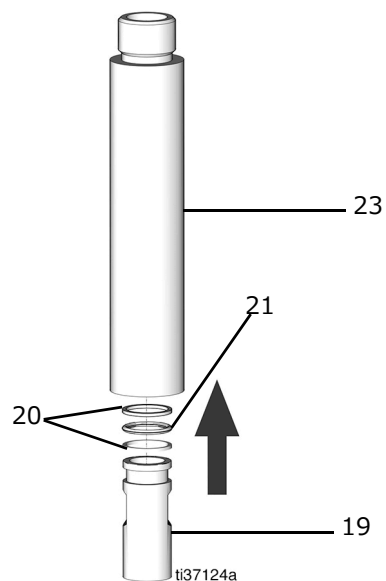

図 59
13. 2つのバックアップリング (20) と Oリング (21) を新しいバックアップリングと Oリングと交換し、軽くグリースを塗ります (図 59)。
14. ピストンブッシング (19) を固定されるまで下ポンプチューブ (23) の中に配置します (図 59)。